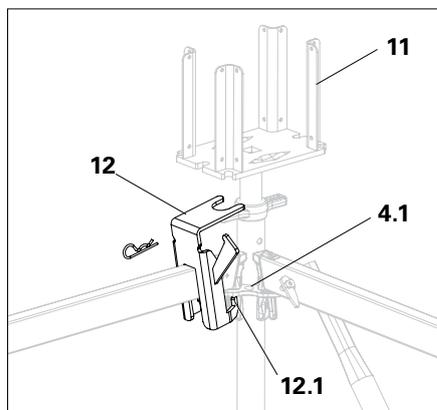

Fig. A1.06a
2. Unir los verticales sin espiga con pasadores de abrazadera (7) para que resistan a la tracción.
5. Insertar el husillo cabezal (11).
6. Colocar la fijación husillo cabezal (12) inclinada sobre el larguero e insertar primero desde abajo los ganchos (12.1) en los orificios de la roseta (4.1).
- (Fig. A1.06a - A1.06b)